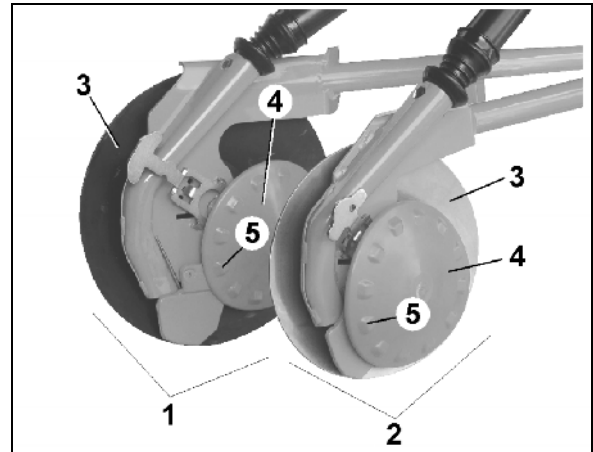

Fig. 49
RoTeC-labbene (Fig. 49)
Den elastiske plastskiven (Fig. 49/4)
- rengjør baksiden av såskålene (Fig. 49/3)
- forbedrer såskålen drivmekanisme med "tanngrep" mellom niplene og jorden (Fig. 49/5).
- RoTeC-labber (Fig. 49/2) eller
- RoTeC+-labber (Fig. 49/1).
Ved høyere kjørehastighet flytter såskålen (Fig. 49/3) som er stilt skrått på fartsretningen, kun små mengder jord.